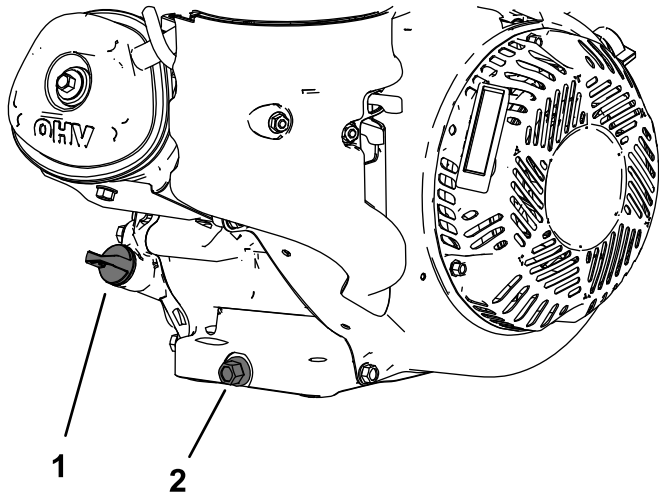

Bild 20
- Entfernen Sie die Ablassschraube (Bild 20).